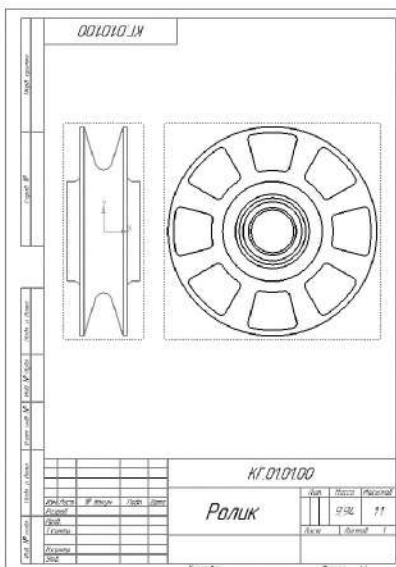

Рисунок 4.4. Изображение сборочной единицы «Ролик»
1.1.6 Укажите положение видов на чертеже (рисунок 4.4).